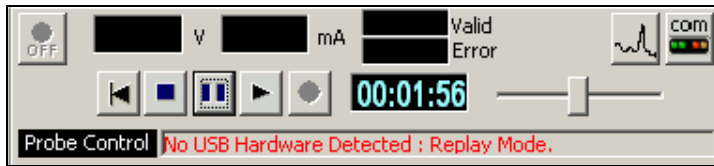

Fig. 1.6a Mode Lecture de fichier
**En mode relecture** de fichier (fig. 1.6a). Les boutons du lecteur s'utilisent comme ceux de votre magnétophone, un compteur de durée de lecture **00:01:53** est affiché dès que le bouton lecture est enfoncé et disparaît dès que le bouton pause est enfoncé. Pendant la lecture, la vitesse de défilement peut être ajustée à l'aide du curseur de vitesse. Un clic sur le bouton stop termine la lecture du fichier en cours. En mode pause, le bouton redémarre la lecture au début du fichier.